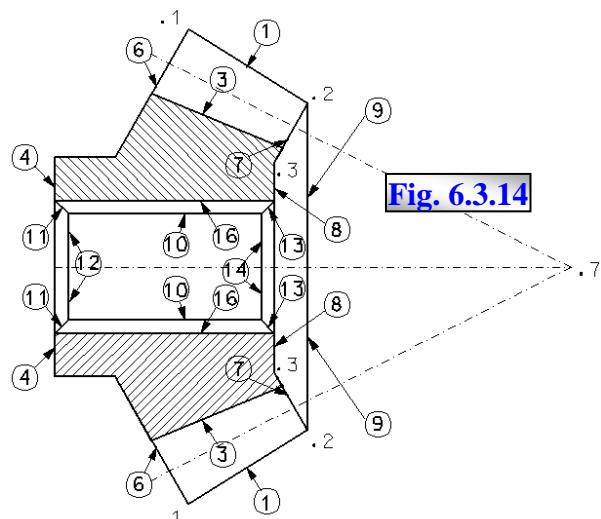

Fig. 6.3.14
10. Operația de oglindire, fig. 6.3.14 – partea superioară va fi oglindită în raport cu axa orizontală, identificată prin punctul 7, cu modul **Keypoint**, disponibil de la execuția operației 8.1;